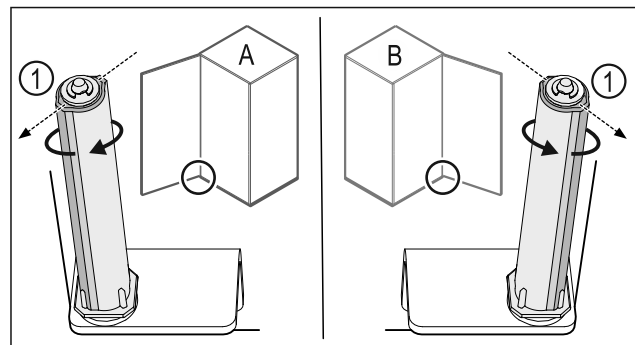

Fig. 38 Linksanschlag (A) / Rechtsanschlag (B)
- ▶ Schließsystem gegen den Widerstand drehen, bis der Steg des Schließsystems Fig. 38 (1) nach außen zeigt.